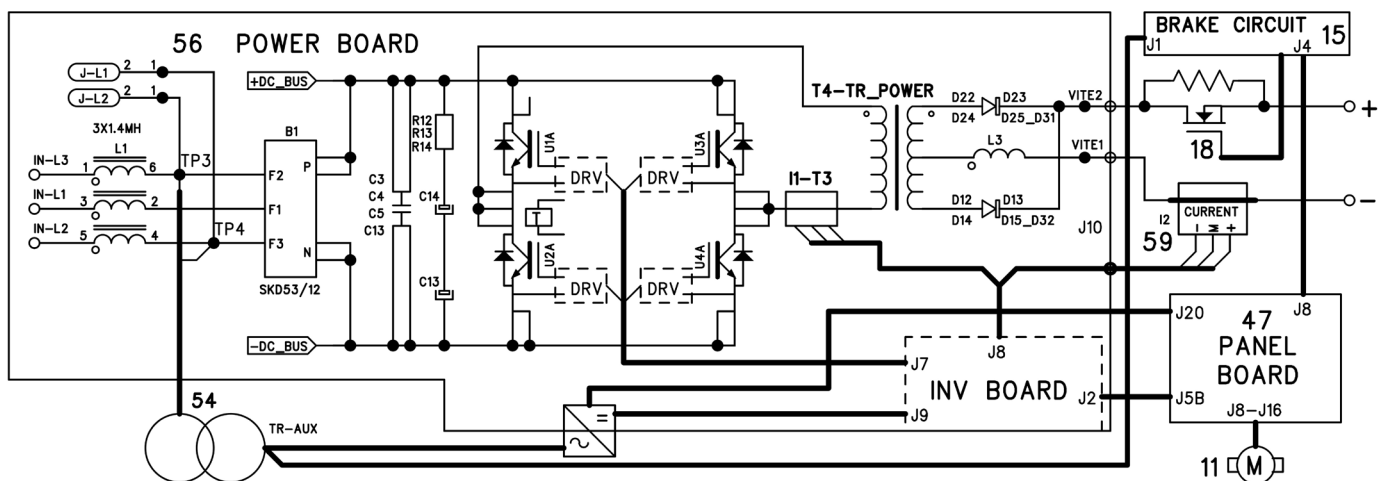

Fig. 2.3.1 (art. 564)
El interruptor general (14) alimenta la tarjeta de potencia (56), la cual contiene los elementos de potencia del generador. Más precisamente, en la tarjeta de potencia (56) es posible identificar (fig. 2.3.1):
- el inverter de igbt, que genera la tensión alterna de onda cuadrada para el transformador de potencia T4, montado también en la tarjeta de potencia (56);
- ver Fig. 2.3.1 y Esquema conectores, apart. 5.7:
- 27 Vac para la alimentación del módulo SRS (15)
- 220 Vac, suministrada por una toma intermedia del primario del transformador servicios (54), para la alimentación del equipo de refrigeración mediante la toma (15) en el panel trasero del generador.